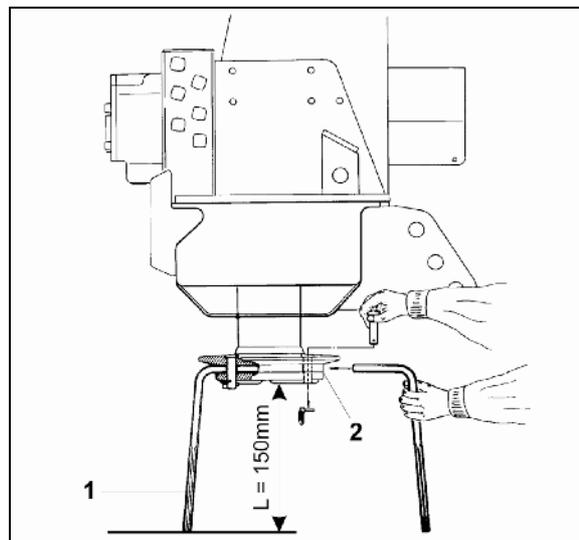

Fig. 54
**O cárter da roda dentada de dentes direitos está equipado com um tubo de ventilação (Fig. 54/1) na caixa de velocidades. A ventilação deve estar sempre garantida para se evitarem danos!**
Os dentes (Fig. 54/1) do aparelho de preparação do solo são fabricados em aço-boro endurecido e de elevada resistência. Os dentes estão submetidos a desgaste e devem ser substituídos, no máximo, quando alcançarem um comprimento de  $L_{min.} = 150 \text{ mm}$  (Fig. 54). No caso de grandes profundidades de trabalho, a substituição dos dentes deve ser efectuada mais cedo para se evitarem danos e desgaste nos porta-ferramentas (Fig. 54/2).